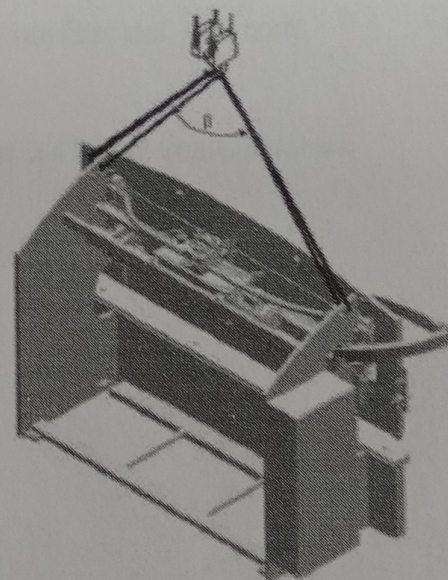

Рис. 5.1. Перемещение
Так как распределение веса неравномерно (приблизительно 80% общего веса находится впереди, а 20% - сзади), необходимо предпринять определенные меры предосторожности во время перемещения и транспортировки станка (смотрите рисунок 5.1).
- Действовать точно по схеме перемещения станка (рисунок 5.1)